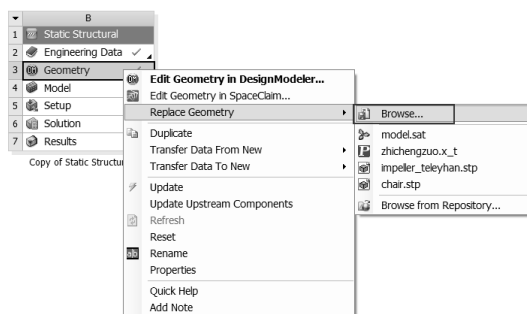

图 5-190 快捷菜单
Step2：右击项目 B 中的 B3，在弹出的快捷菜单中选择 Replace Geometry Browse 命令，如图 5-190 所示。